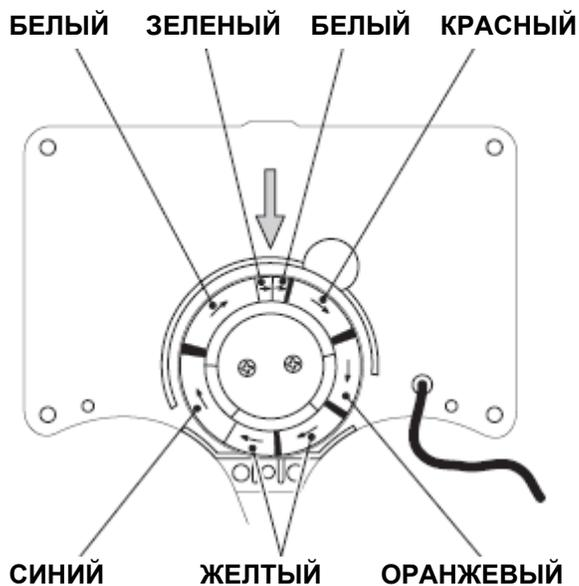

Рис. 6
- c) Поверните кулачковое кольцо в положение БЫСТРОЙ ПРОМЫВКИ (см. рис. 6).